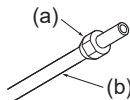

Abb. 5-5
5.2.3. Mutter aufsetzen (Abb. 5-5)